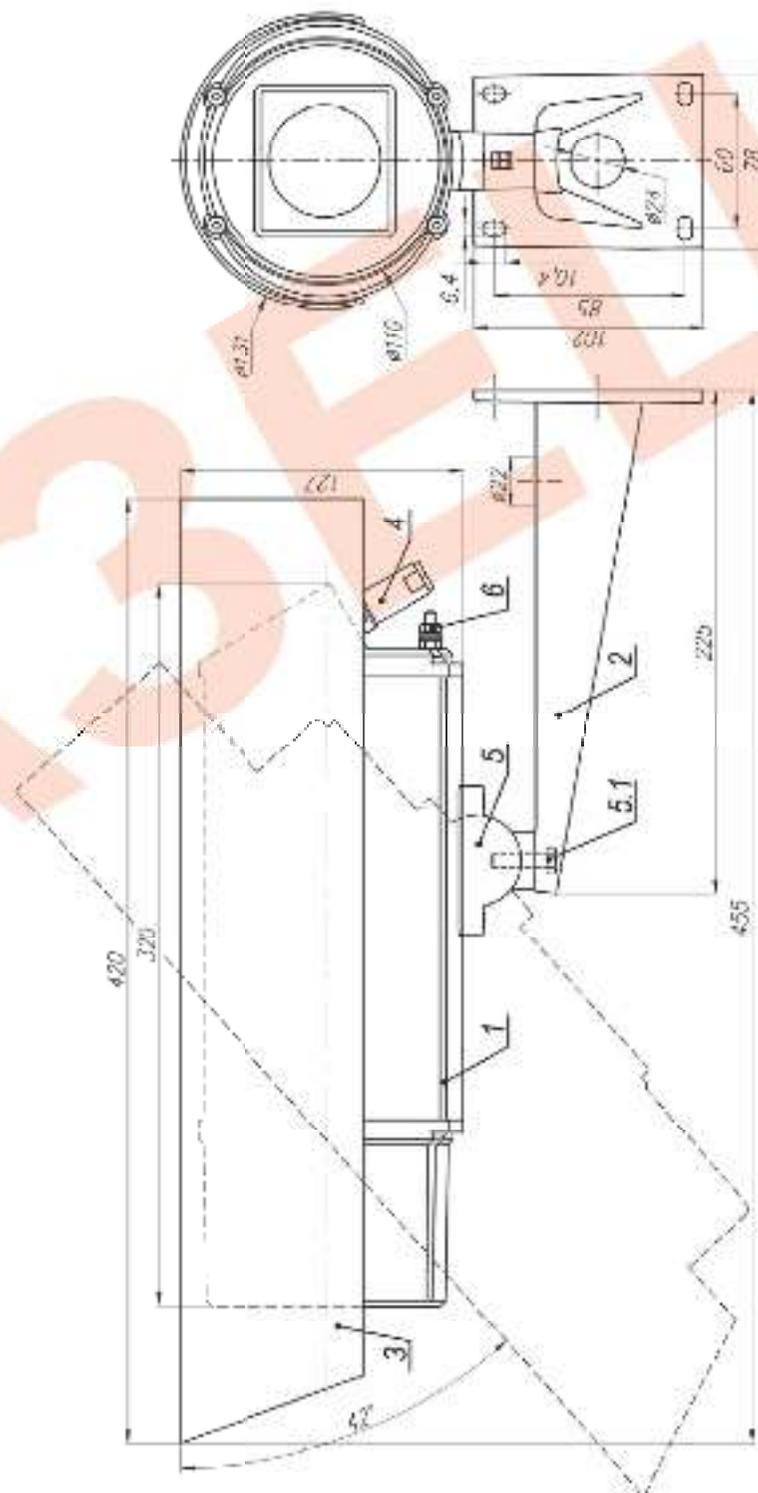

Рис.1 Габаритные и установочные размеры ТВК-97 IP
3. Ослабив болт фиксации шарнира (поз.5.1 рис.1), установить гермобокс на нужное направление обзора, после чего надежно зафиксировать шарнир, затянув болт.
4. Заземлить гермобокс с помощью болта заземления (поз.6 рис.1).
Состав изделия: (см. рис.1)